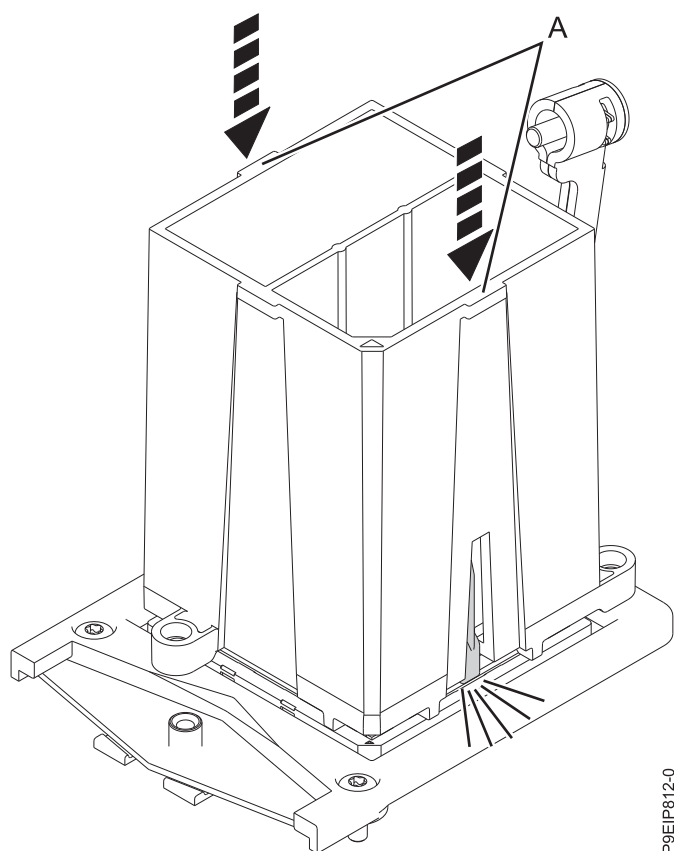

Figura 58. Bloqueando o módulo de processador do sistema na ferramenta
9. Com a ferramenta de remoção (A) posicionada na parte superior do módulo de processador do sistema, pressione a ferramenta para travar o módulo de processador do sistema na ferramenta, conforme mostrado na Figura 58 na página 59.